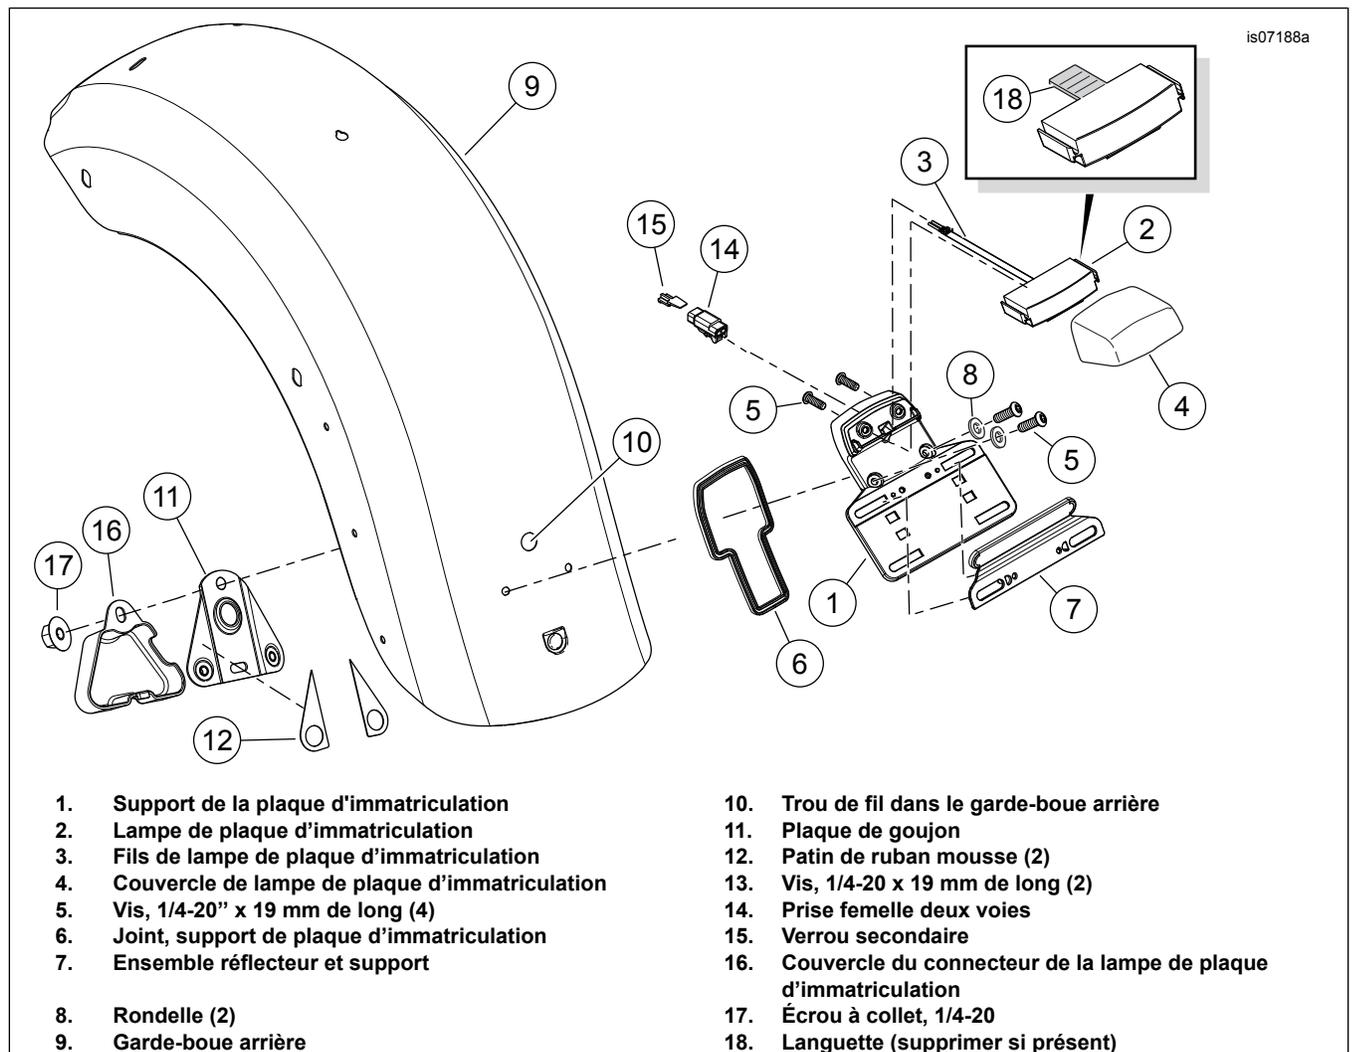

Figure 3. Installation de la lampe et du support de plaque d'immatriculation
Certaines lampes de plaque d'immatriculation ont une languette (voir encadré Figure 3, point 18) qui empêche l'installation. Supprimer la languette avant de continuer.
1. Voir la figure 3. Assembler la lampe de la plaque d'immatriculation (2) et le couvercle (4) sur le support de plaque d'immatriculation (1).
2. Serrer les vis (5).